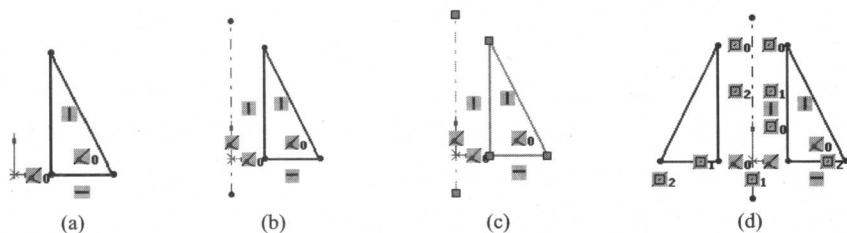

图 1-24 草图实体的镜像
在已经存在的草图实体上进行镜像,如图 1-24(a)所示。其操作步骤如下:
① 单击【草图绘制】工具栏上的【中心线】按钮 ,在草图实体的一边绘制一条中心线,如图 1-24(b)所示。
② 用矩形框选中要镜像的草图实体和中心线,此时它们呈绿色,如图 1-24(c)所示。
③ 单击【草图绘制】工具栏上的【镜像实体】按钮 ,则完成草图实体的镜像,如图 1-24(d)所示。